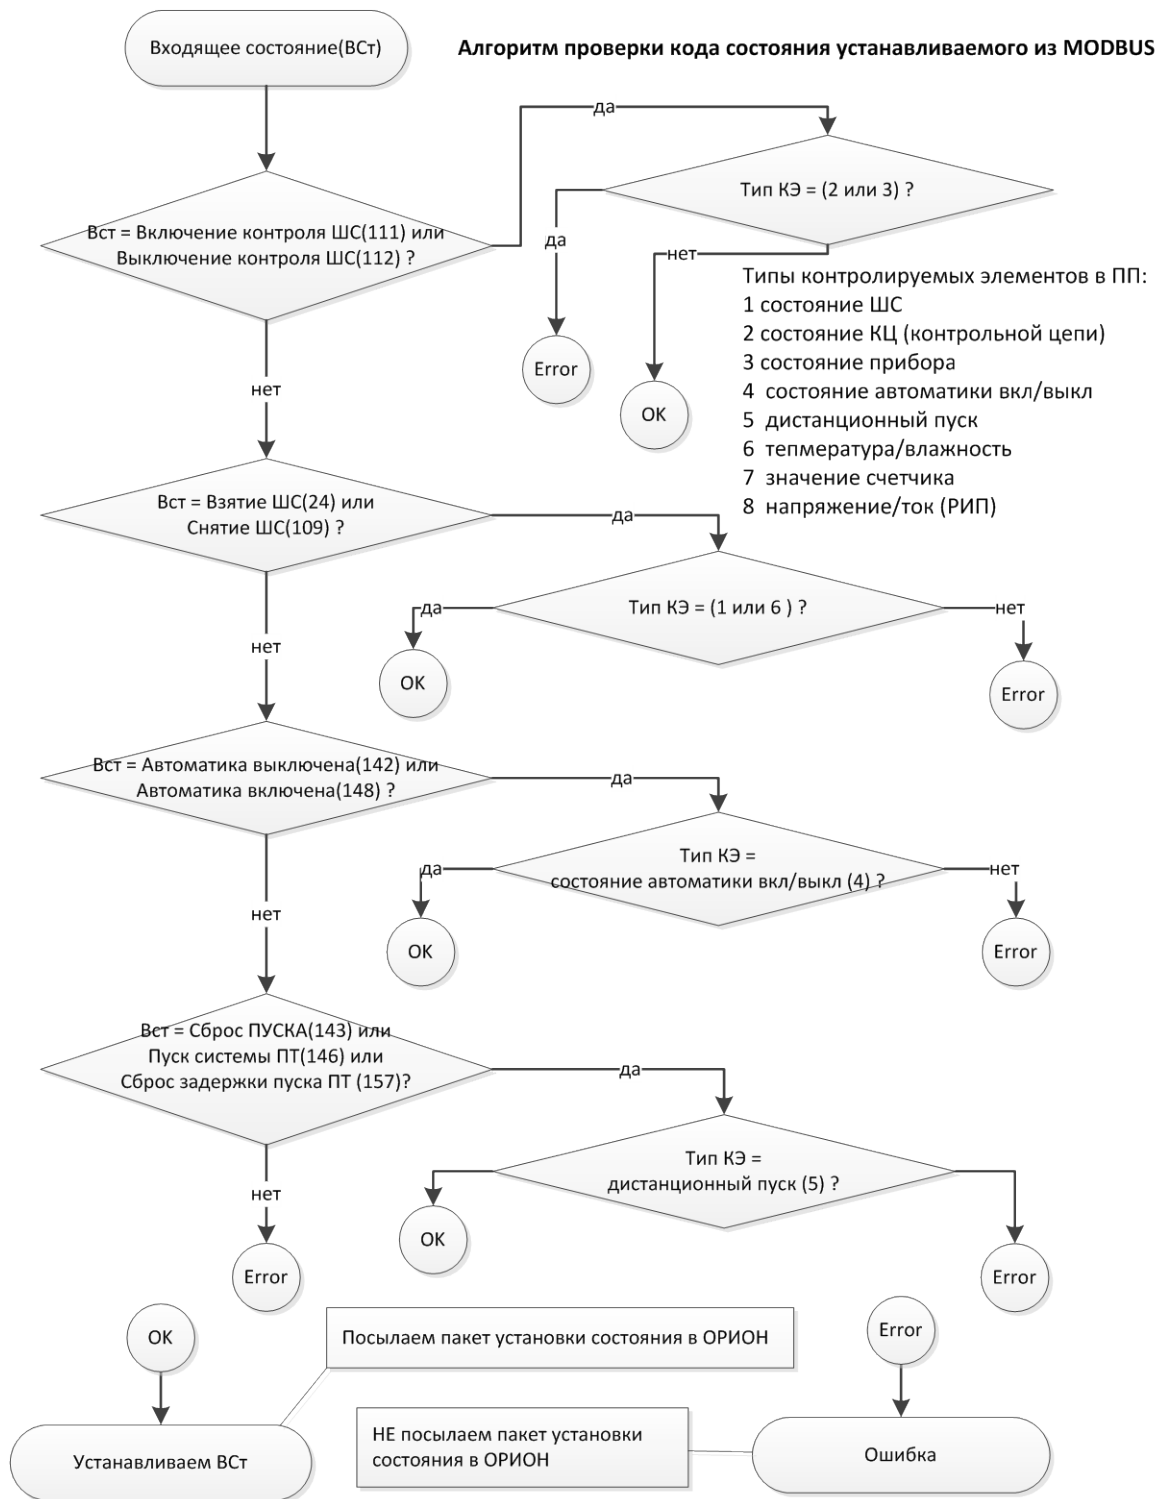

Рисунок 3
- При управлении состоянием зон и разделов из MODBUS, «С2000-ПП» использует следующий алгоритм: см. рисунок 3.
- Как видно из рис.3 чтобы управлять состоянием какой-либо зоны нужно назначить ей определенный тип в конфигурации «С2000-ПП». Так, например, включение и выключение контроля ШС невозможно для типов зоны 2 и 3. Тип 3 это состояние прибора, а тип 2 это состояние контрольной цепи т.е. выход. Для зоны прибора включение или выключение контроля ШС невозможно в принципе. А для типа 2 мы, пытаясь включить контроль для выхода, фактически включим его для входа, если в приборе есть ШС с номером 2. Такое поведение также нежелательно.